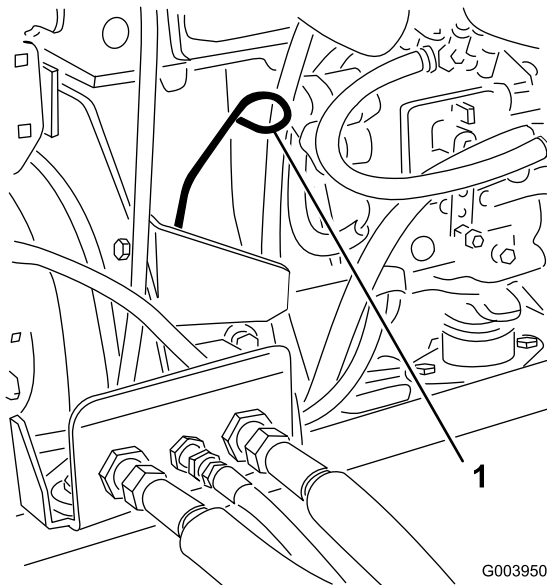

Figura 76
3. Retire a vareta, limpe-a e volte a colocá-la (Figura 76).